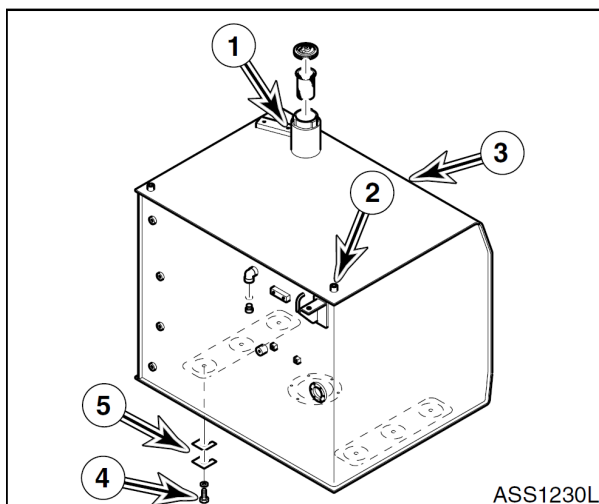

Рис. 10
20. Вынуть шесть болтов и гаек (4, рис. 10), которыми бак (3) прикреплен к раме. Поднять бак на 25 мм и убедиться, что он висит.